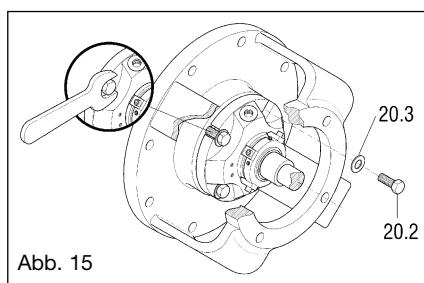

Abb. 15
- Die Schrauben (20.2) lösen, mit denen der Dichtungsflansch an der Motorhalterung angebracht ist (Abb. 15).
- Die Motorhalterung (19) herausnehmen.